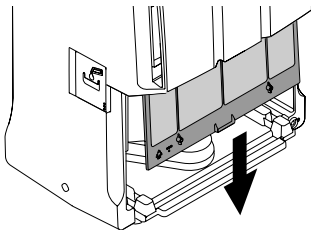

Fig. 6
- Luftfilteret fjernes ved at trække det nedad (fig. 6), efter at vandbeholderen er blevet taget ud.